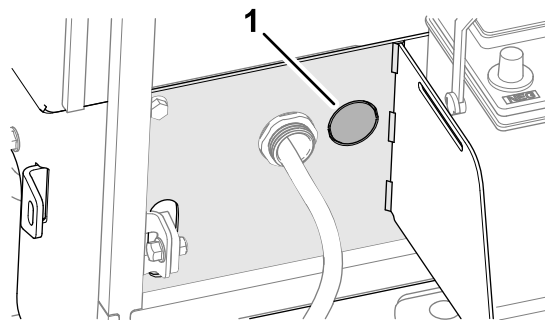

Figura 8
1. A la izquierda de la bandeja de la batería, retire el tapón de troquel del soporte del radiador (**Figura 8**).